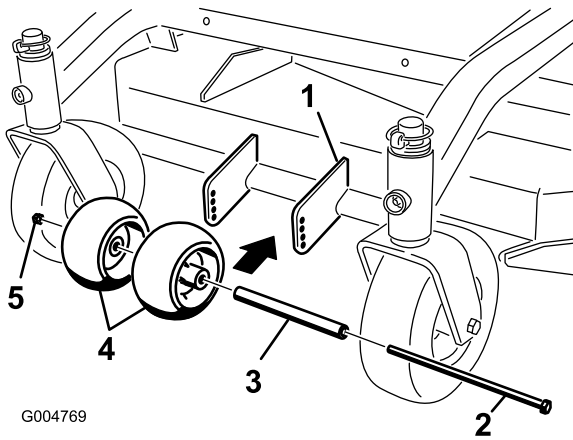

Bild 14
1. Prüfen Sie nach dem Einstellen der Schnitthöhe, dass die Antiskalpierrollen mindestens eine Bodenfreiheit von 10 mm aufweisen (Bild 14).
2. Sollte eine Einstellung erforderlich sein, entfernen Sie die Schraube, Scheiben und die Mutter (Bild 14).
3. Wählen Sie eine passende Lochposition, sodass die Antiskalpierrollen mindestens 10 mm Bodenfreiheit aufweisen (Bild 14).
4. Setzen Sie die Schraube und Mutter ein (Bild 14).